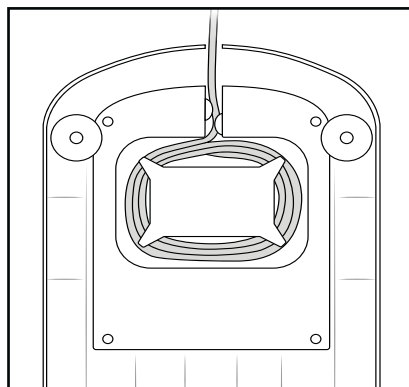

Bild 6
- Linda upp kabeln på kabelhållaren **19** när du ska ställa undan produkten (bild 6).